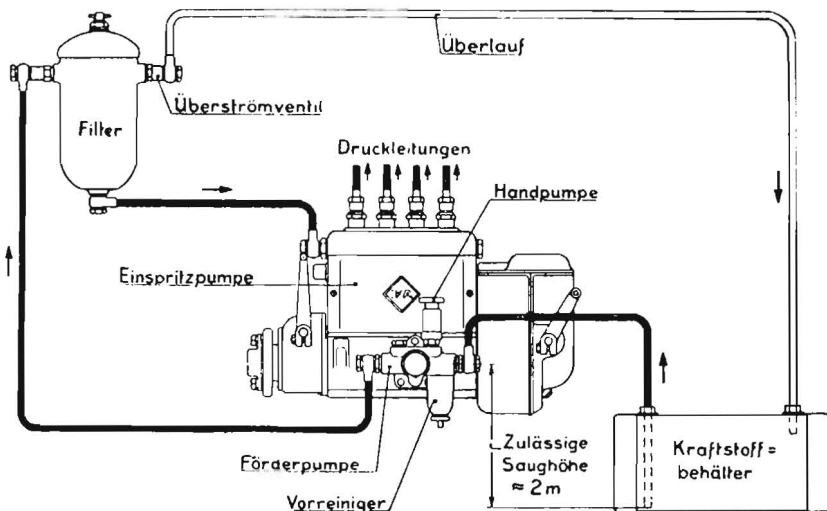

Bild 6
Die Einspritzanlage für den Motor zeigt Bild 6.
Das Überströmventil (9) sorgt für gleichbleibenden Druck im Filter; außerdem wird das Filter dauernd entlüftet. Der überströmende Kraftstoff fließt durch die Überströmleitung in den Kraftstoffbehälter zurück (Bild 6).